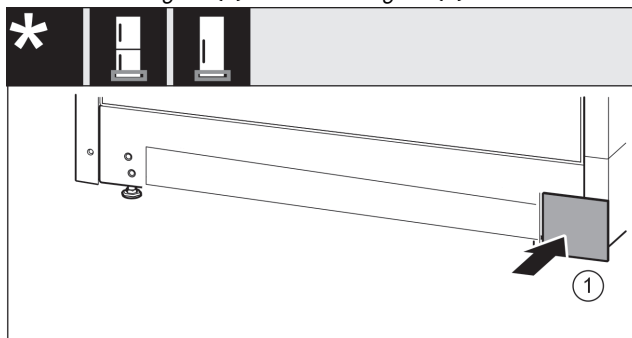

Fig. 22
- Sätt tillbaka skyddet Fig. 22 (1) på den andra sidan.